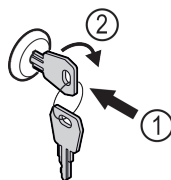

Fig. 190
- Dugja be a kulcsot. Fig. 190 (1)
- Forgassa el a kulcsot 90°-kal az óramutató járásával megegyező irányba. Fig. 190 (2)